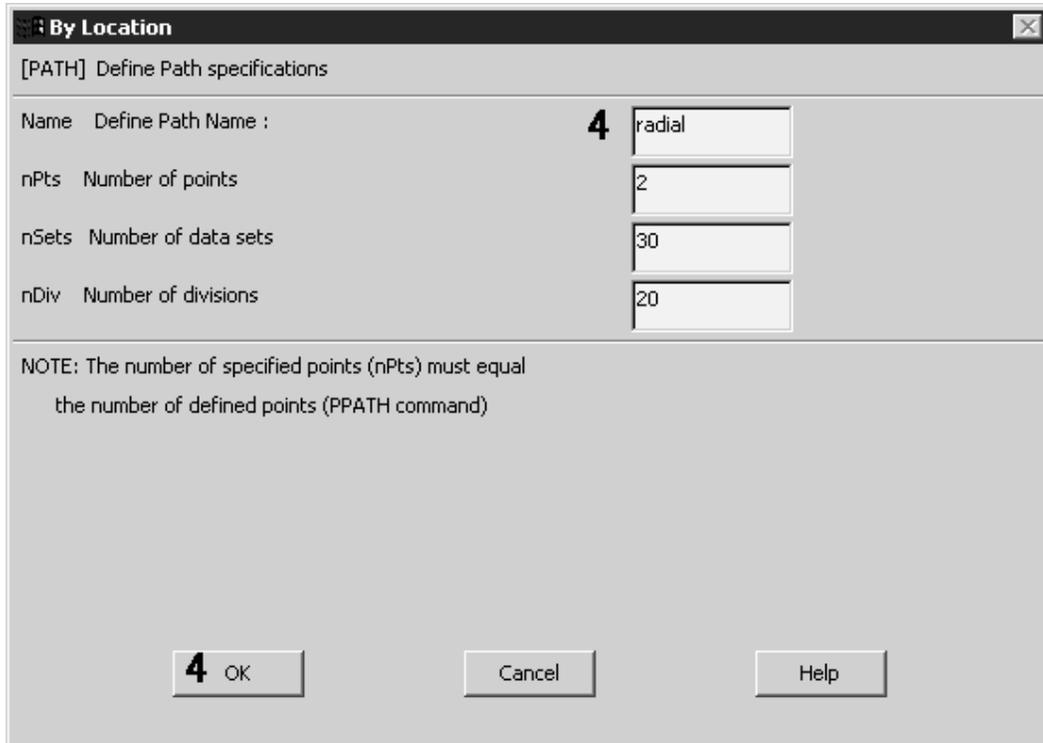

图 12.25 根据位置定义路径
3. 定义沿径向的路径。选取菜单路径 Main Menu | General Postproc | Path Operations | Define Path | By Location，将弹出 By Location (根据位置定义路径)对话框，如图 12.25 所示。